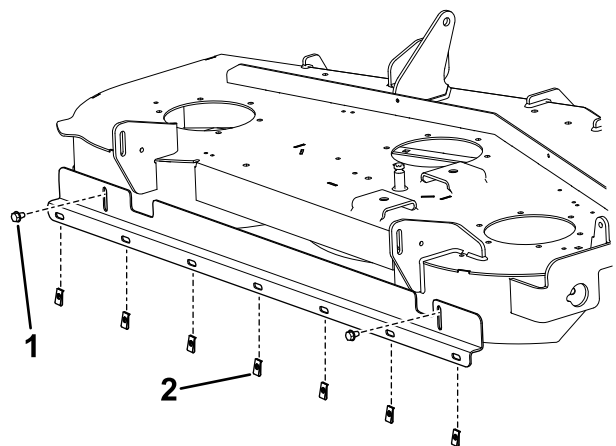

Рисунок 3
4. Установите кронштейн в отверстия, используя 2 самонарезающих болта (Рисунок 3).
5. Установите 7 гаек-скоб в свободные отверстия в кронштейне (Рисунок 3).